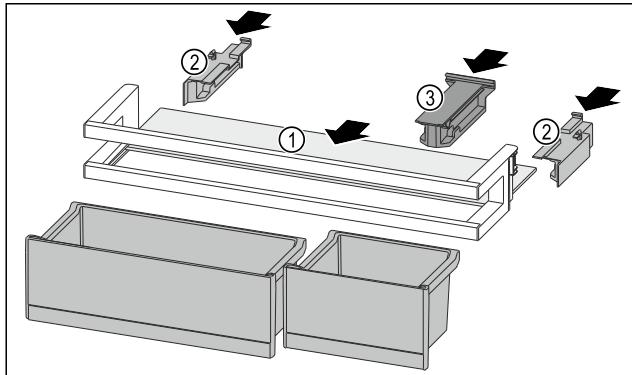

Fig. 100
- ▶ Insérer la tablette de rangement Fig. 100 (1) dans les évidements latéraux.
- ▶ Installer les parties latérales Fig. 100 (2).
- ▶ Installer la pièce de retenue Fig. 100 (3).